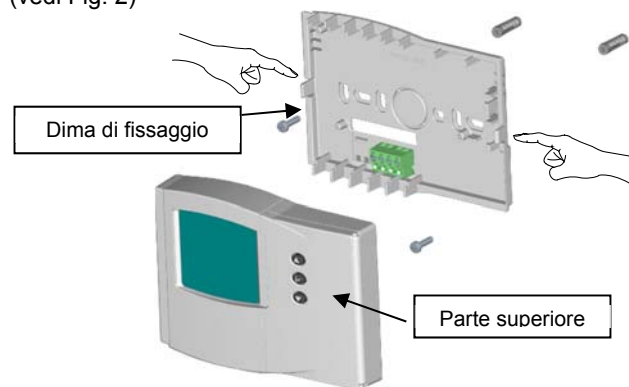

Fig. 2
2. Togliere la dima di fissaggio, facendo pressione con le dita nelle linguette laterali. (vedi Fig. 2)
3. Procedere con il fissaggio della dima con le viti in dotazione (vedi Fig. 2)